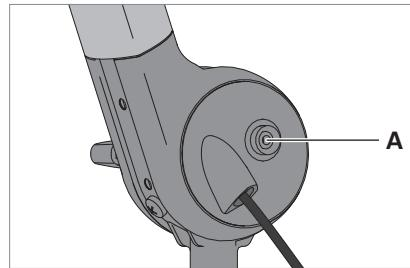

Fig. 6: Druknop voor aardkabel.
- ▶ Steek het einde van de meegeleverde aardkabel op de druknop **A** van de lamp, zie Fig. 6.